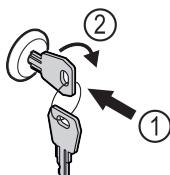

Fig. 169
- Πιέστε μέσα το κλειδί. Fig. 169 (1)
- Περιστρέψτε το κλειδί 90° δεξιόστροφα. Fig. 169 (2)